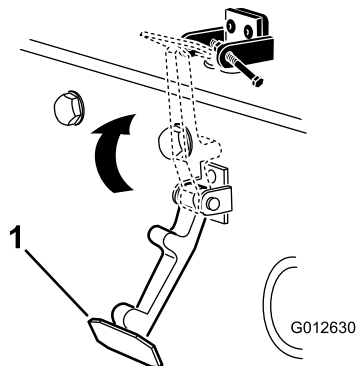

Рисунок 7
7. Введите защелку в зацепление с кронштейном защелки капота (Рисунок 7).